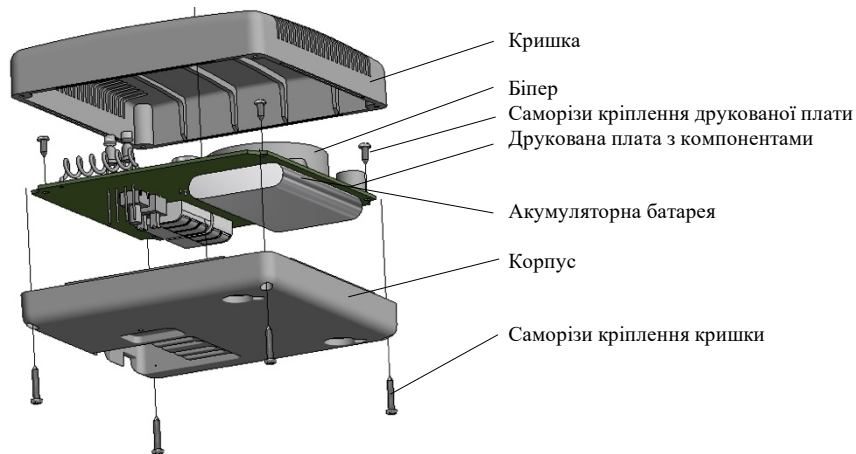
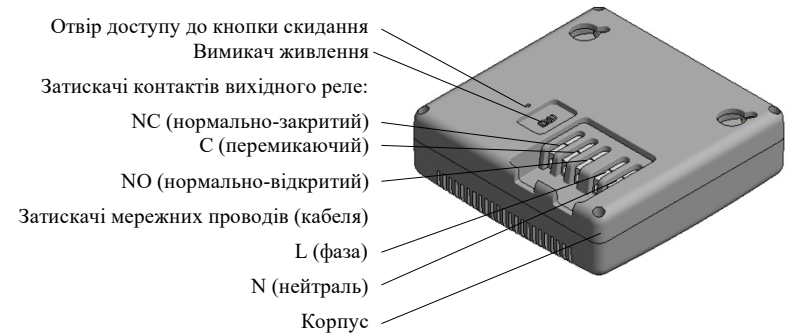

Рисунок 1.2 – Вигляд внутрішньої конструкції (кришка знята)
Рисунок 1.3 – Вигляд датчика знизу
4.3 В середині корпусу розміщені друкована плата з сенсором, електронними компонентами та акумуляторна батарея (АКБ) (див. рисунок 1.2). З нижньої сторони корпусу розміщені кнопка управління (включення/виключення) датчика, кнопка захисту від втручання та затискачі під'єднання зовнішніх кіл (див. рисунок 1.3).